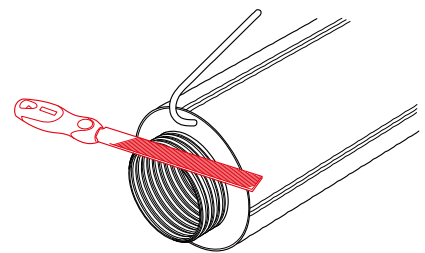

Рис. 4.4.10
9. Обработать напильником торец напорной трубы (рис. 4.4.10).